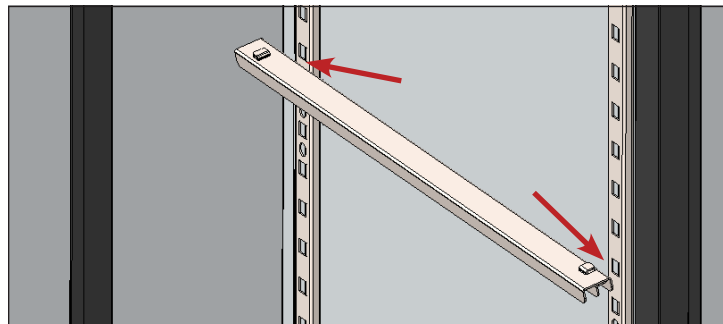

Fig. 1. Aligner les languettes par rapport aux encoches.
2. Alignez les languettes coulissantes de l'étagère/du bac par rapport aux encoches à l'avant et les pilastres à l'arrière à la hauteur désirée. Voir fig. 1.